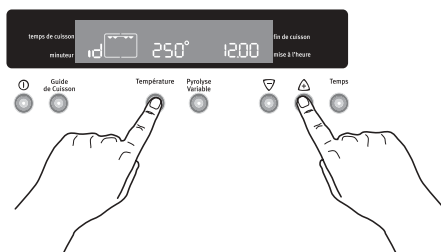

Fig. 18
1. Appuyez sur les touches "**Température**" et  pendant 2 secondes environ (Fig. 18). Le système émettra un bref signal sonore.